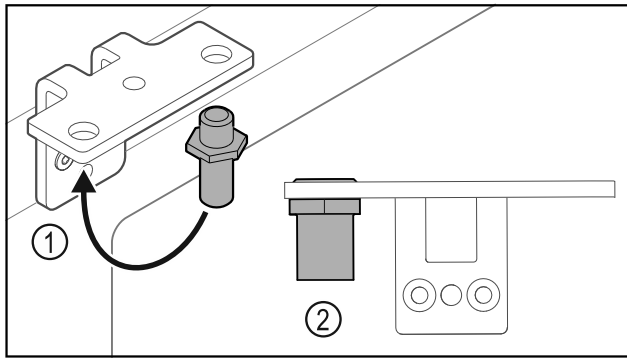

Fig. 24
- ▶ Mettre l'axe Fig. 24 (1) dans l'autre trou de l'équerre de charnière.
- ▶ Serrer l'axe Fig. 24 (2) au **couple de 12 Nm**.